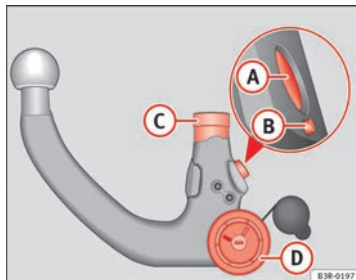

Fig. 153 Dispositivo desmontable para remolque: Rótula
- Compruebe que el perno de bloqueo (A), la palanca de desenclavamiento (B), el vástago de encaje (C) y la rueda moleteada (D) ⇒ fig. 153 de la rótula no están sucios ni deteriorados.